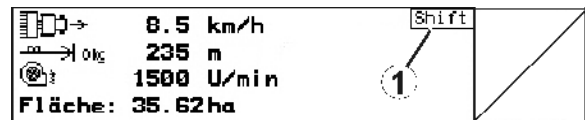

Fig. 9
- Ist die Shift-Taste aktiv, wird dies am Display angezeigt (Fig. 9/1).